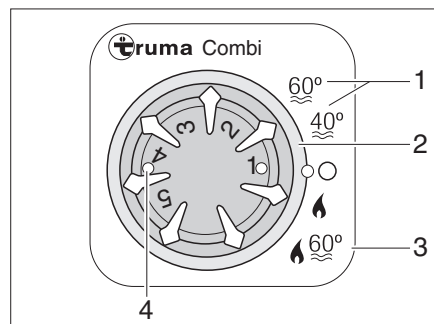

Fig. 196 Unité de commande pour chauffage/chauffe-eau
Le chauffe-eau est intégré au chauffage et fonctionne au gaz. Le chauffe-eau est mis en service au niveau de l'unité de commande (Fig. 196) à l'aide de l'interrupteur tournant (Fig. 196,2).
En régime hiver "Chauffage et chauffe-eau" (Fig. 196,3), l'eau du chauffe-eau est automatiquement chauffée lors de la mise en marche du chauffage. Si le chauffage s'arrête à la température ambiante désirée, le chauffe-eau continue de chauffer jusqu'à obtention de la température d'eau sélectionnée.
En régime été (Fig. 196,1), seulement l'eau du chauffe-eau est chauffée à 40 °C ou 60 °C. Il faut environ 25 minutes pour que l'eau atteigne 60 °C. Le voyant de contrôle jaune (Fig. 196,4) s'allume pendant la phase de chauffage du chauffe-eau.
L'alimentation électrique pour l'appareil ne peut pas être coupée par l'interrupteur principal 12 V. En cas de drangement, le voyant de contrôle rouge (Fig. 196,4) sur l'unité de commande s'allume (voir chapitre 16).
- Placer l'interrupteur tournant (Fig. 196,2) de l'unité de commande (Fig. 196) sur "Régime été" (Fig. 196,1).
Le voyant de contrôle jaune (Fig. 196,4) s'allume pendant la mise en température. La mise en température est terminée lorsque la température d'eau sélectionnée est obtenue. Le voyant de contrôle jaune s'éteint.
- Placer l'interrupteur tournant (Fig. 196,2) de l'unité de commande (Fig. 196) sur "O".
- Sur l'unité de commande (Fig. 196), tourner l'interrupteur rotatif (Fig. 196,2) sur "O".